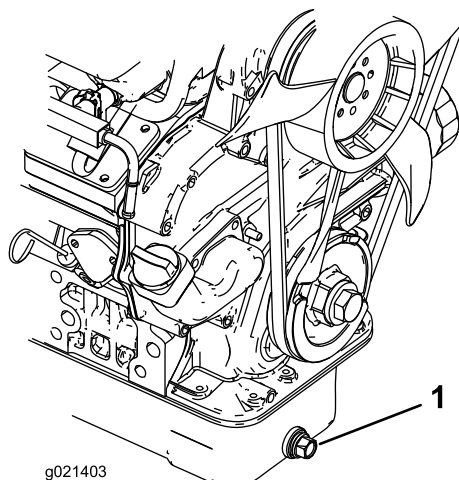

Bild 51
1. Entfernen Sie die Ablassschraube (Bild 51) und lassen das Öl in eine Auffangwanne ab. Schrauben Sie die Ablassschraube wieder ein, nachdem das Öl abgelassen ist.